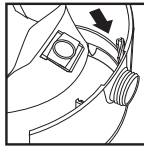

FIGURE 29
52. Faites glisser le déflecteur d'admission comportant le sac filtre dans le guide du déflecteur. **FIGURE 29.**